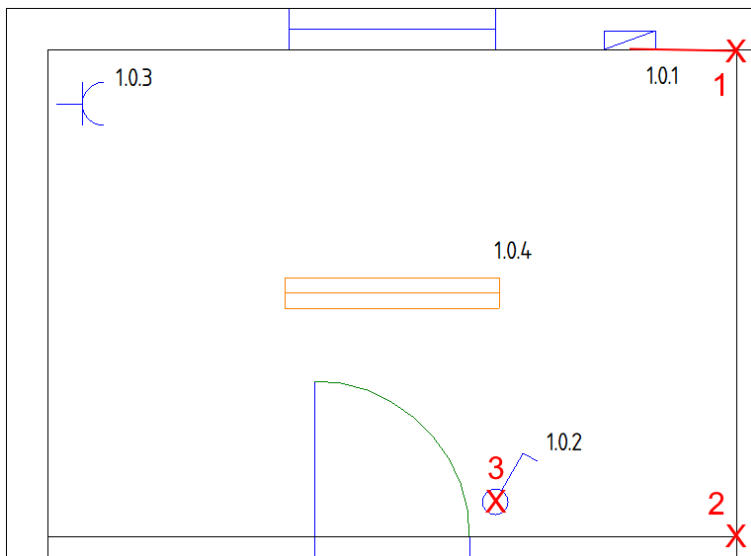

Abbildung 2.4.26: Weiterzeichnen der Leitung
3. Doppelklicke in der Nähe der rechten oberen Innenecke des Raumes (siehe Position 1 in Abbildung 2.4.26).